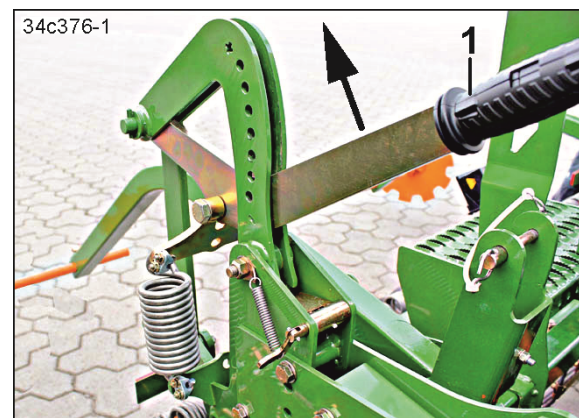

Fig. 205
4. Træk håndtaget (Fig. 205/1) i pileretningen.